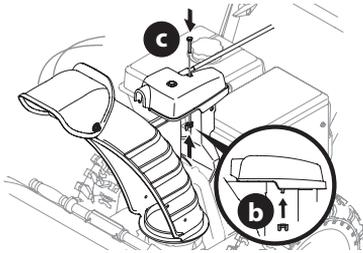

Figura 38
4. Termine de sujetar el cabezal de control del canal colocando el tornillo hexagonal (c) y la tuerca de mariposa (b) que extrajo en el Paso 1 (Figura 38).